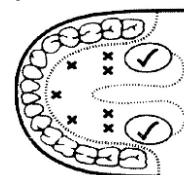

Figura 2
- a. **Uso Oral:** Coloque o termômetro sob a língua na posição indicada com um ✓ na Figura 2. Feche a boca e respire somente pelo nariz, para evitar que a medição seja alterada pelo ar inspirado/expirado. A temperatura é considerada normal entre 35,7°C e 37,3°C.